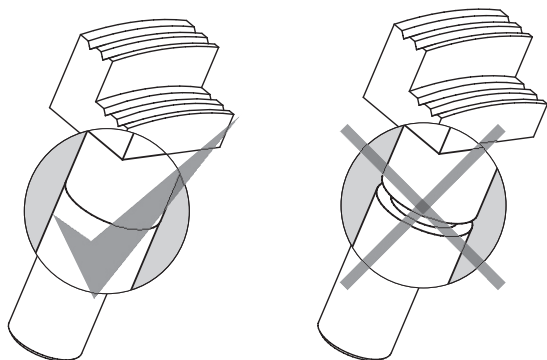

рис.4
- 6.3.5 Подберите рихтовую насадку соответствующего профиля и смонтируйте её при помощи резбового соединения на сменный шток необходимой длины до полного соприкосновения (См.Рис.4). Установите шток во втулку поршня гидроцилиндра.